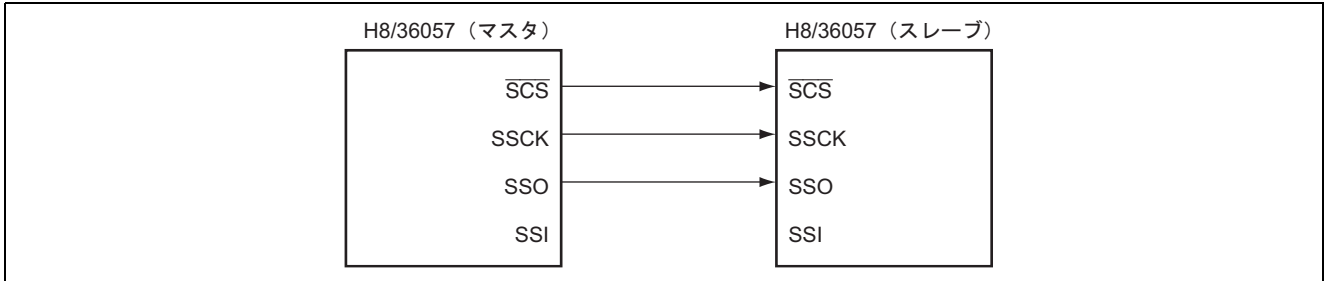

図 5 H8/36057 同士による SSU 通信ブロック図 (マスタ側データ送信時)
(1) 図 5 に H8/36057(マスタ)から，H8/36057(スレーブ)にデータ送信を行なう場合のブロック図を示します。